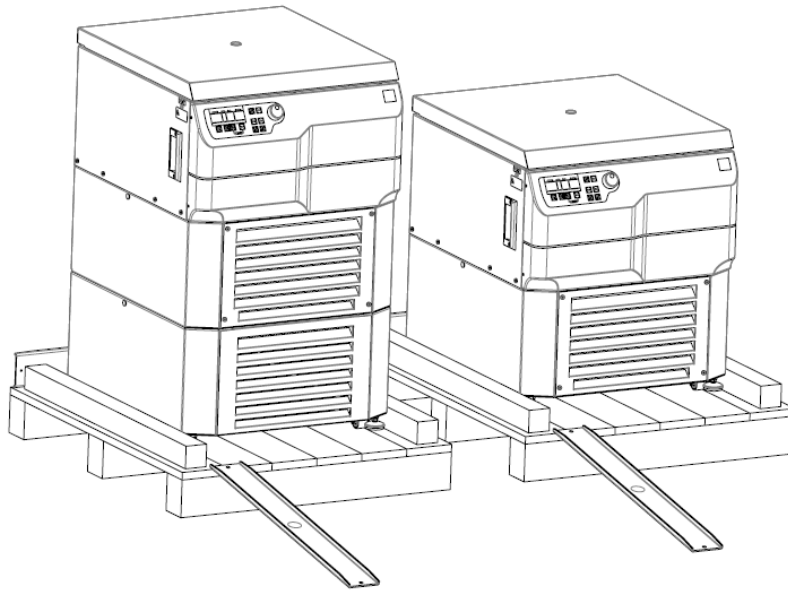

Figure. 9
- Retirez les barres métalliques et fixez-les sur le bord avant de la palette pour qu'elles puissent être utilisées comme rampe (voir la Figure 9). Utilisez les mêmes vis et veillez à bien serrer les connexions vissées.
- Prenez la clé plate fournie pour soulever les pieds de la centrifugeuse jusqu'à ce qu'elle soit sur ses rouleaux (voir également la Figure 9).